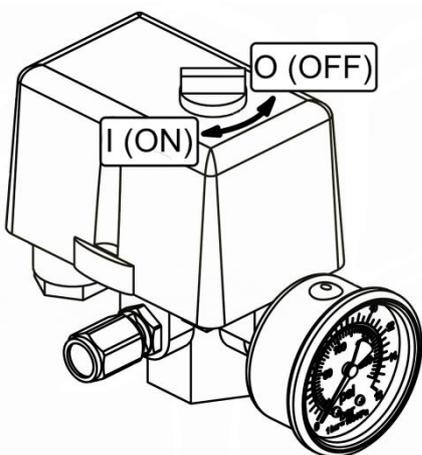
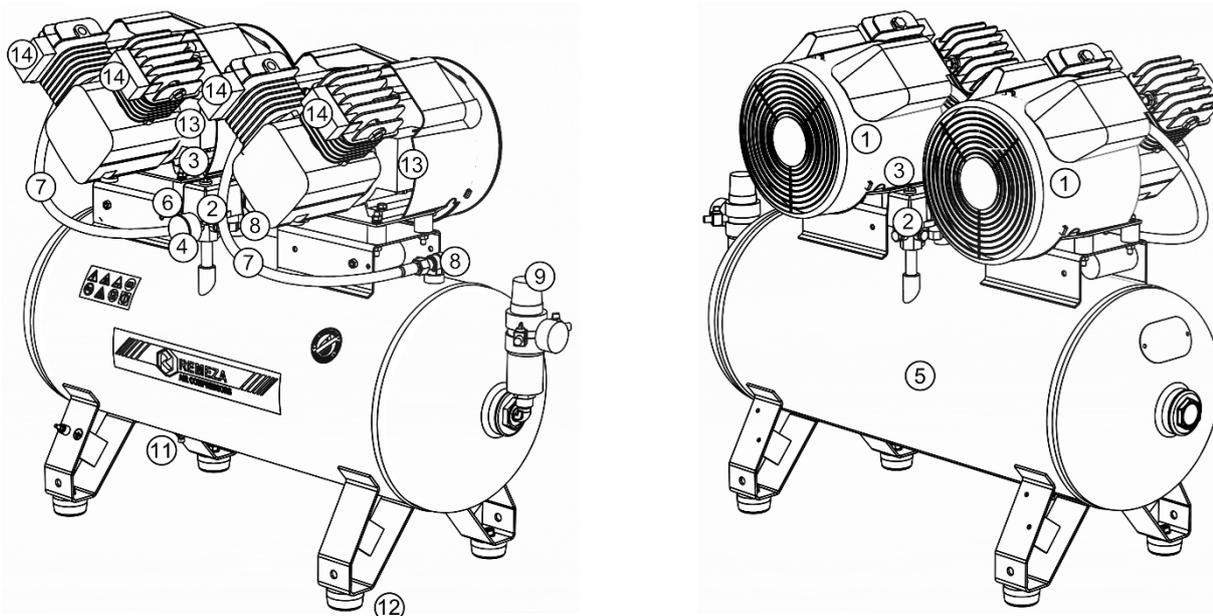

Рисунок 2
Рисунок 3 - Общий вид компрессора СБ4-100.VS204Т
- Проверьте, чтобы выключатель на реле давления находился в выключенном положении "O" или "OFF", в зависимости от исполнения (рис. 2).
- Выключить компрессор выключателем **3** на реле давления (рис. 3, 4). Для этого необходимо переключить выключатель в положение "О" или "OFF", в зависимости от исполнения (рис. 2). После этого остановится электродвигатель и произойдет сброс давления из нагнетательного воздухопровода и поршневого блока.
- Переключите выключатель **3** на реле давления в положение "0" или "OFF", в зависимости от исполнения (рис. 2).
- Снимите крышку всасывающего фильтра **14**, вывернув винт (рис. 3, 4);